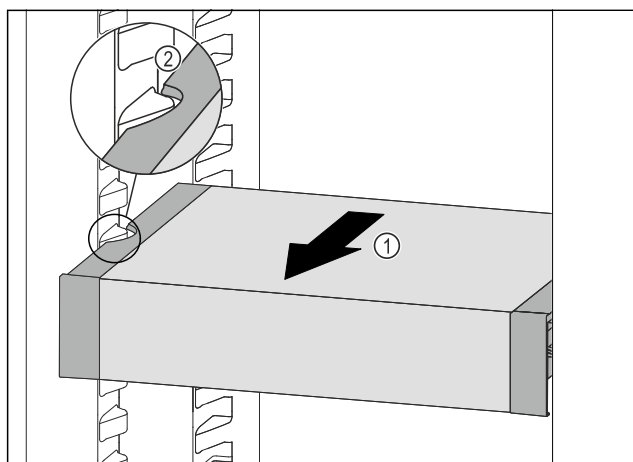

Fig. 205
- Tirare VarioSafe in avanti Fig. 205 (1) fino a quando le cavità laterali di VarioSafe non si trovano al livello della nervatura del contenitore nel vano frigorifero. Fig. 205 (2)